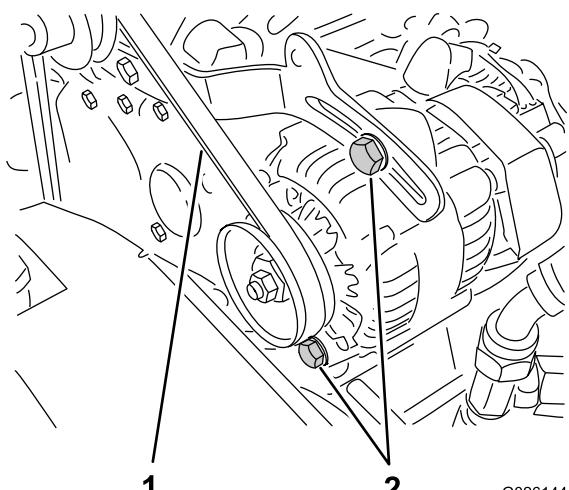

図 66
2. クランクシャフトとオルタネータのブーリー間の中央でベルトを指で押してベルトの張りを点検する 押す力は10 kg程度(図 66)。
A. オルタネータの取り付けボルト2本をゆるめる図 66。
- B. エンジンとオルタネータの間にバールを入れて適当な張りに調整し、取り付けボルトを締め付ける図 66。